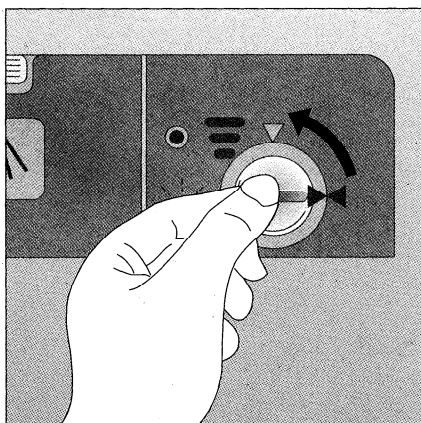

Bild 7
- Zur Dosiereinstellung Verschußdeckel des Vorratsbehälters um 1/4 Umdrehung entgegen dem Uhrzeigersinn drehen und öffnen (Bild 7).